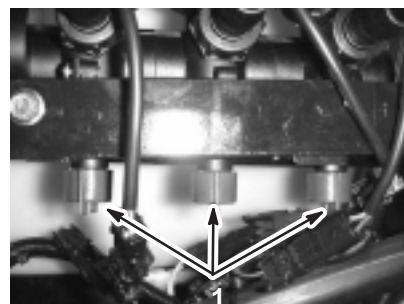

Figure 26
12. Réglez la soupape de dérivation de rampe (Fig. 26) située sous la soupape de commande de la rampe que vous avez mise hors service jusqu'à ce que la valeur indiquée au manomètre soit la même qu'au point 9.